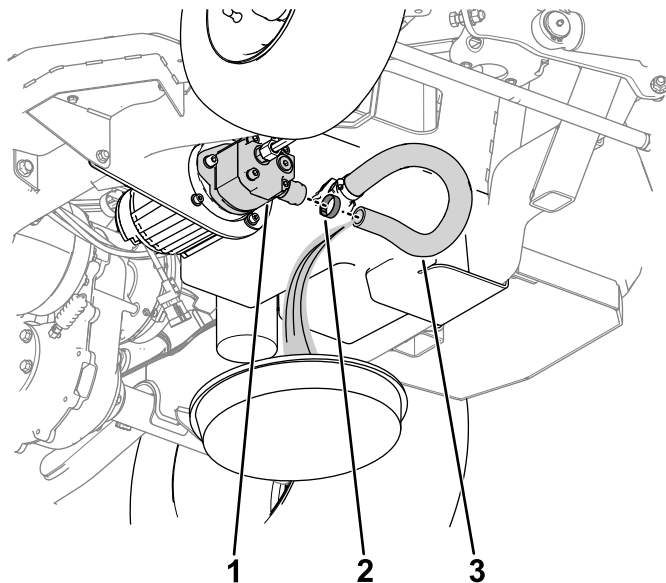

Figura 61
- A. Retire la manguera y la abrazadera de la bomba (Figura 61).
- B. Deje que se drene el fluido hidráulico de la manguera en el recipiente de vaciado (Figura 61).